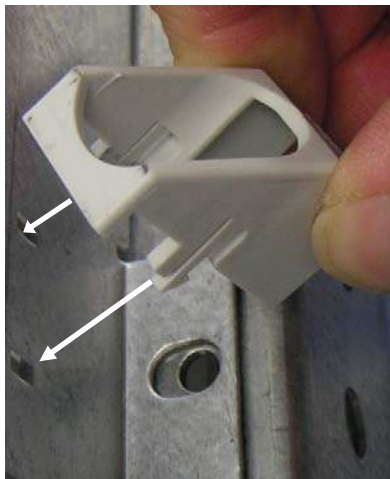

Abb. 21 / Fig. 21
- Module $\geq 31E$ Modulhöhe sind für den Transport mit 4 Schrauben und Schraubenkäfig zu sichern (siehe Abb. 21, 22).
- Modules with a height ≥ 31 E should be protected for transport with 4 screws and a screw cage (see fig. 21, 22)